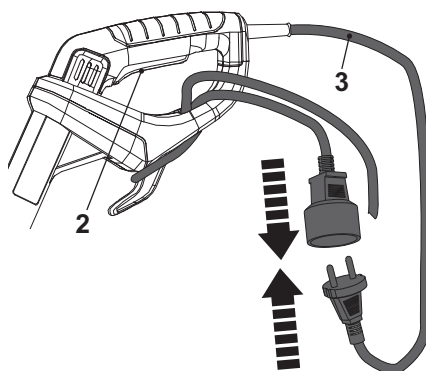

Fig. 5
4. Conecte el cable de alimentación (3) a la toma del alargador (Fig. 5).